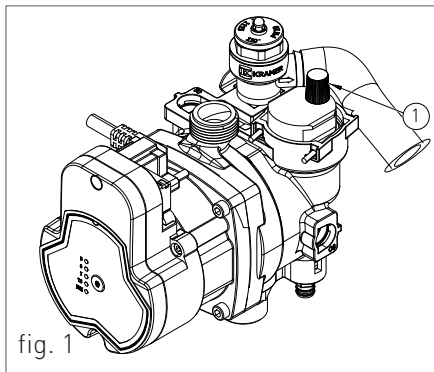

fig. 1
- > svitare il tappo da 1/2" situato nella parte anteriore del boiler (A- fig.1);
1. allentare leggermente il tappo della valvola jolly del circolatore (1-fig. 1) per permettere all'aria di fuoriuscire dall'impianto;